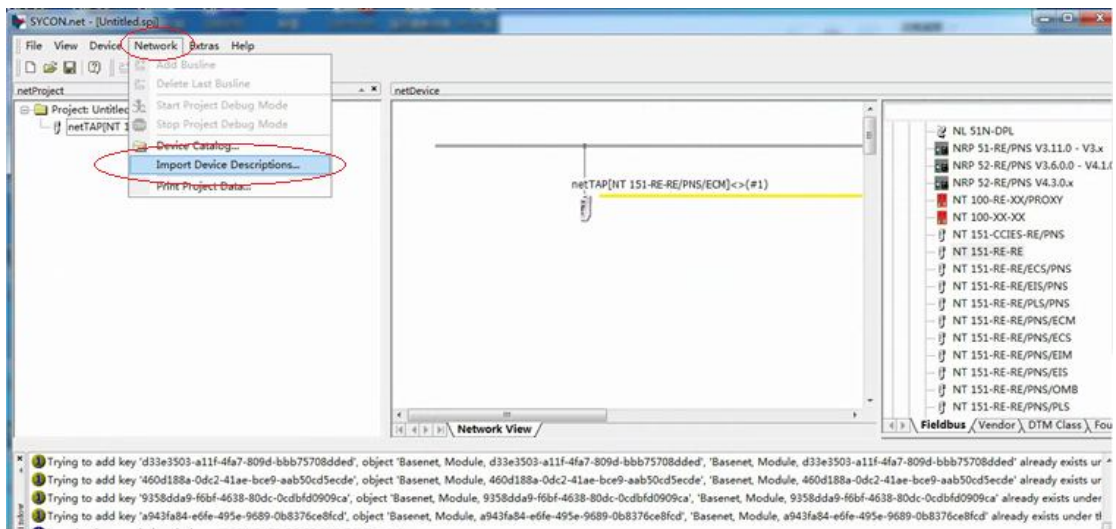
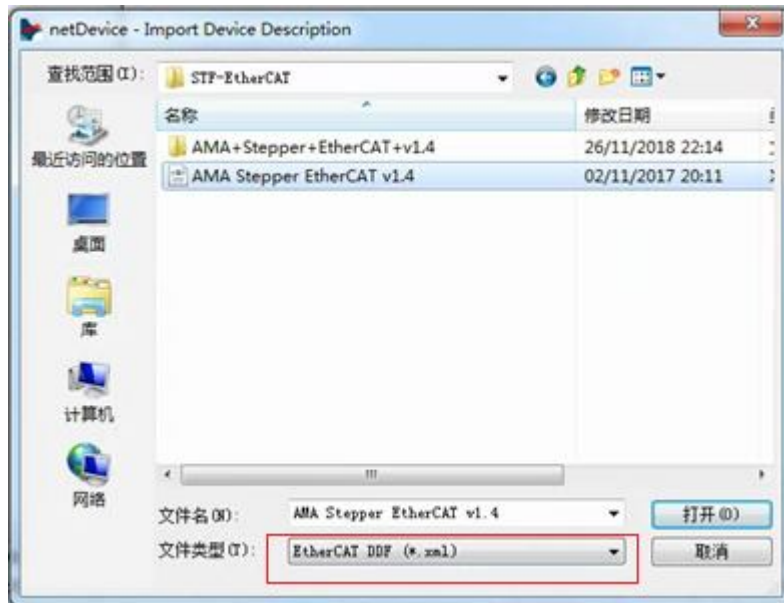

图 5.6 导入 EtherCAT 设备描述文件
图 5.7 导入 EtherCAT 设备描述文件
(5) 导入 EtherCAT 从站的 xml 设备描述文件，在菜单栏上选择“Network” → “Import Device Descriptions” 如图 5.6 所示。选择文件类型为“EtherCAT DDF”，选择需要导入的 xml 文件，单击“打开”，实现导入，如图 5.7 所示。